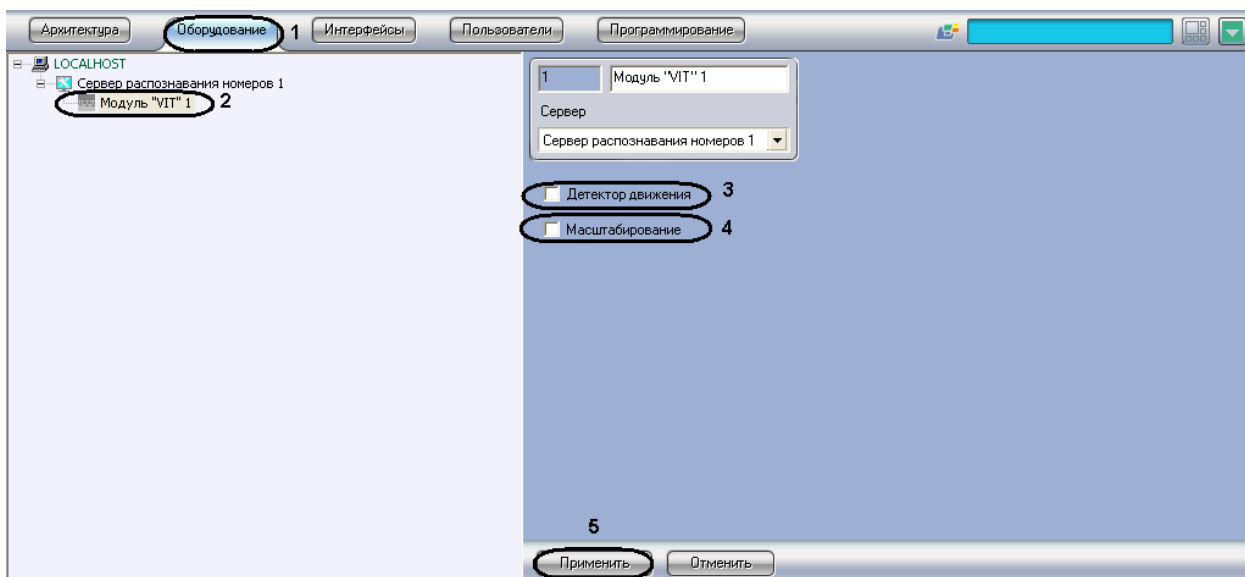

Рис. 7.2—6. Настройка программного модуля «VIT»
2. В дереве объектов на вкладке «Оборудование» выбрать объект «Модуль „ VIT“», соответствующий настраиваемому программному модулю «VIT» (Рис. 7.2—6, 2). В правой части вкладки «Оборудование» отобразится панель настройки выбранного объекта.
3. Для повышения скорости распознавания номеров у мегапиксельных видеокамер установить флажок «Детектор движения» (см. Рис. 7.2—6, 3).
4. Для повышения скорости распознавания номеров у мегапиксельных видеокамер без потери качества распознавания установить флажок «Масштабирование» (см. Рис. 7.2—6, 4).